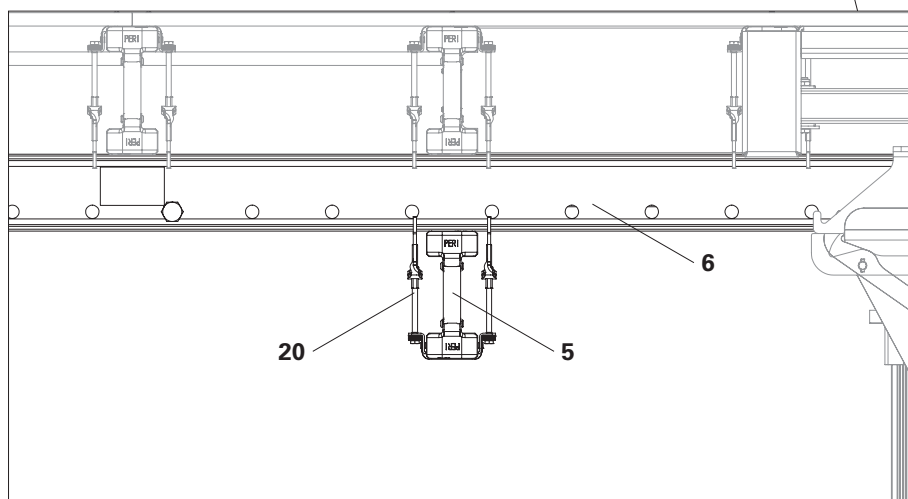

Fig. C1.10b
1. Applicare la trave VT 20K (5) ai correnti SRU U120 (6) con 2x staffa Uni HBU 20-24 (20). (Fig. C1.10b)